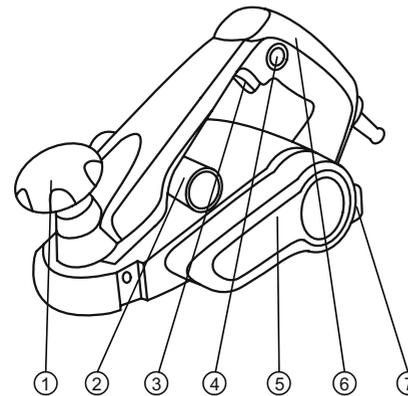

Рис. 1
4.2. Установите на патрубок выброса стружки **2** (рис. 1) прилагаемый мешок для сбора пыли или шланг пылесоса (в зависимости от модели вашего пылесоса может понадобиться переходник (в комплект поставки не входит)).
1. Установите регулятор глубины строгания **1** (рис. 1) в положение «0».
2. Установите регулятор глубины строгания 1 (рис. 1) в положение «0».
- ▶ снимите кожух 5 (рис. 1);